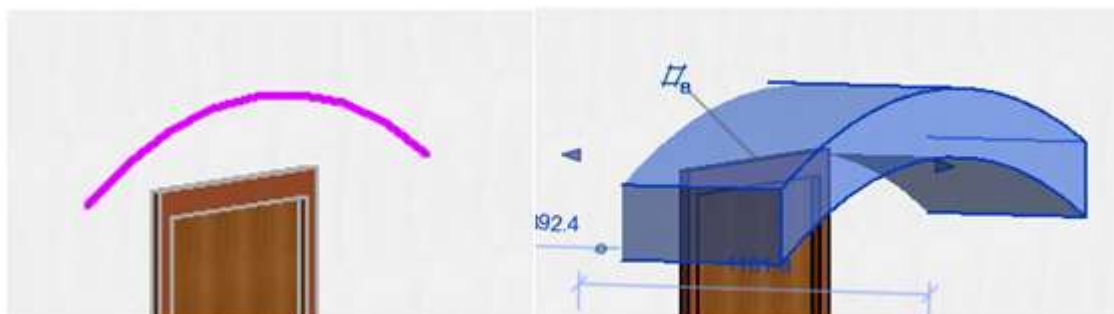

Рисунок 4.53 – Построение крыши выдавливанием
6. При помощи ручек изменяем ширину крыши (рис.4.53).